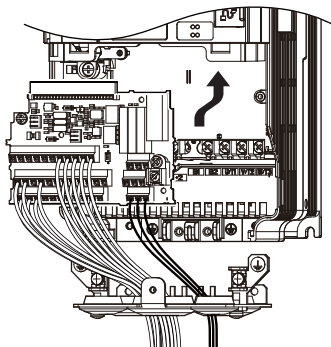

Abb. 7.46 Austausch des Frequenzumrichters: Installieren des Klemmenboards
1. Nach dem Verdrahten des Leistungskreises ist das Klemmenboard mit dem Frequenzumrichter zu verbinden, siehe Abb. 7.46. Klemmenleiste mit der Befestigungsschrauben befestigen.